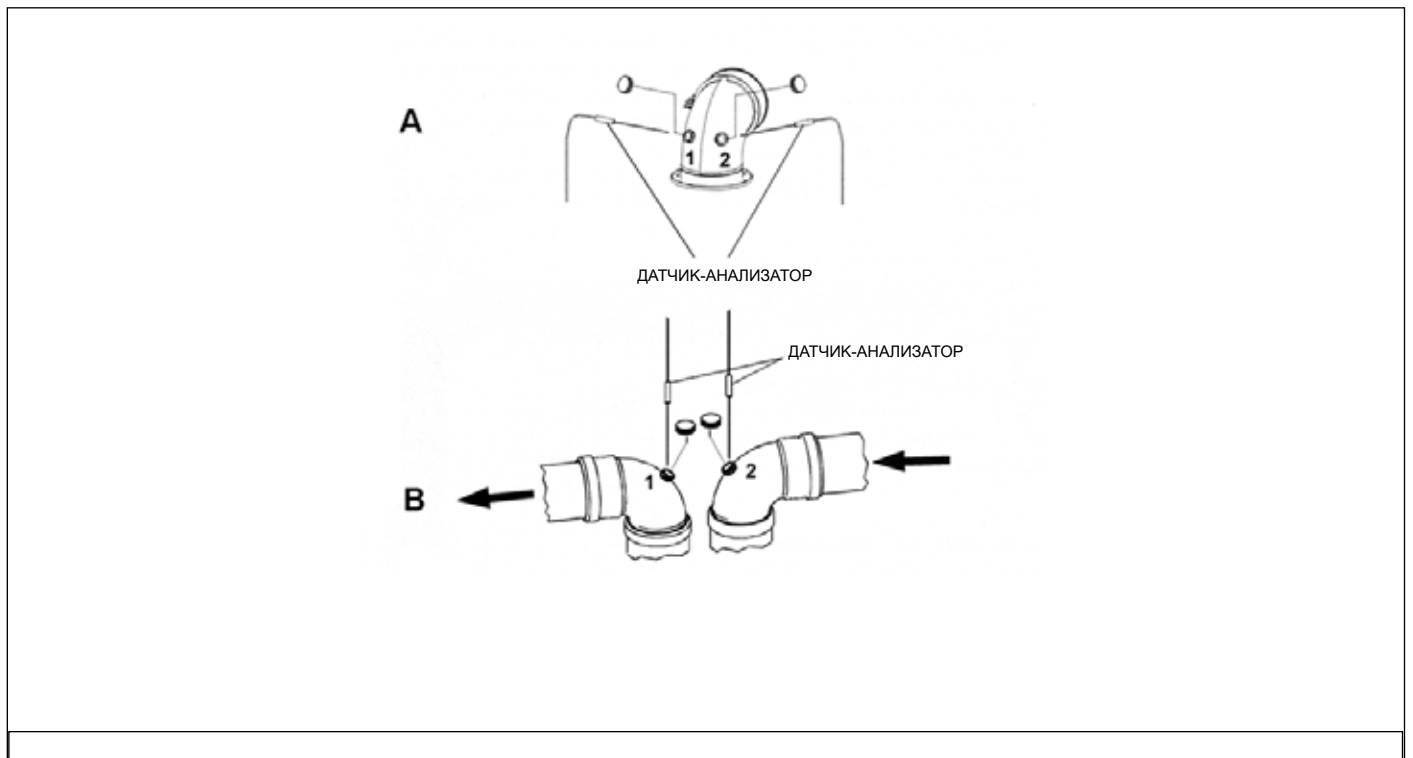

Рис. 16 Примеры мест для контроля дымовых газов
- измерить температуру воздуха для горения через отверстие 1 (см. см. (А) Рис. 16 Примеры мест для контроля дымовых газов для котлов с герметичной камерой сгорания, укомплектованных трубами со специальными отверстиями).
- измерить температуру дымовых газов и содержание CO₂ через отверстие 2 (см. см. (А) Рис. 16 Примеры мест для контроля дымовых газов для котлов с герметичной камерой сгорания, укомплектованных трубами со специальными отверстиями).
- измерить температуру воздуха для горения через отверстие 2 (см. см. (В) Рис. 16 Примеры мест для контроля дымовых газов для котлов с герметичной камерой сгорания, укомплектованных трубами со специальными отверстиями).
- измерить температуру дымовых газов и содержание CO₂ через отверстие 1 (см. см. (В) Рис. 16 Примеры мест для контроля дымовых газов для котлов с герметичной камерой сгорания, укомплектованных трубами со специальными отверстиями).